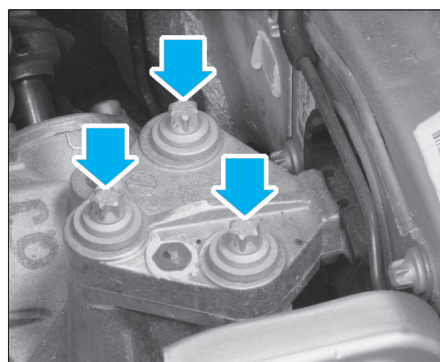

FIG. 3
- Déposer les 3 vis du support de boîte de vitesses gauche (fig. 3).